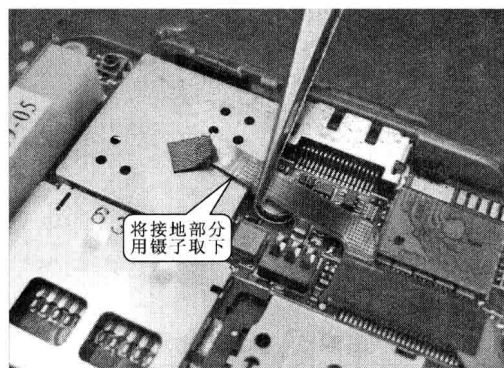

图 1-20 拆卸步骤⑭
步骤⑭ 拆卸按键板与主电路板，取下手机的电路板与按键板之间的连接部分，如图 1-20 所示。